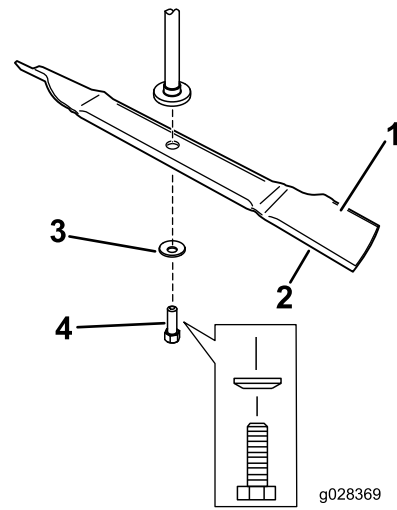

Figura 9
1. Instale la cuchilla en el eje (Figura 9).
2. Instale la arandela curva (con la copa hacia la cuchilla) y el perno de la cuchilla (Figura 9).
Nota: No instale el refuerzo de la cuchilla. Estas cuchillas no requieren el refuerzo de la cuchilla (Figura 9).